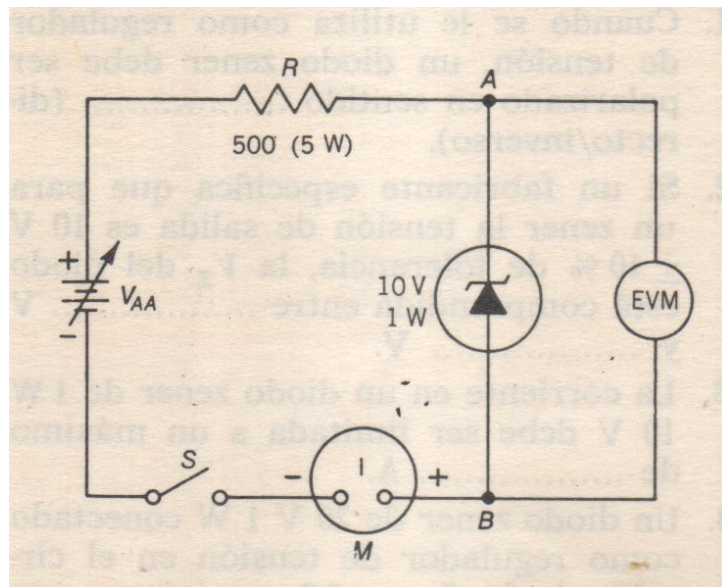

Figura 4: Circuito experimental para observar el efecto de la polarización inversa sobre un diodo zener.
1. Conectar el circuito de la figura 4. El interruptor S está abierto. V_{AA} es una fuente de alimentación regulada ajustada en 0 V. M es un VOM 20.000 Ω/V conmutado en el alcance más bajo de corriente.